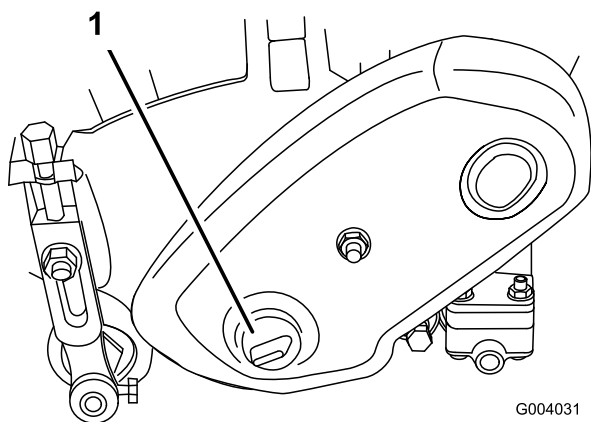

Figura 59
1. Retire el tapón de la cubierta de la transmisión al molinete, en el lado izquierdo del conjunto del molinete (Figura 59).